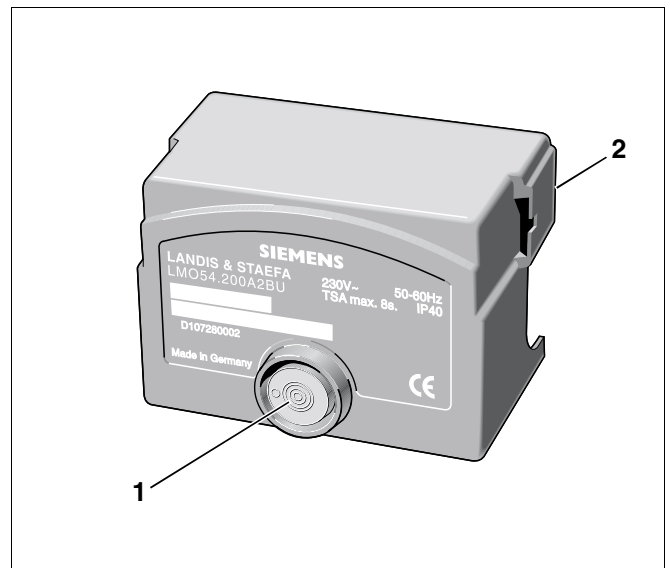

Fig. 15 Contrôleur de combustion numérique LMO pour brûleur fioul
En cas de panne, vous pouvez appuyer sur le bouton de réarmement (fig. 15, **pos. 1**) du coffret de contrôle de combustion (voir chapitre 6.3 "Élimination des défauts sur le coffret de contrôle de combustion", page 19).